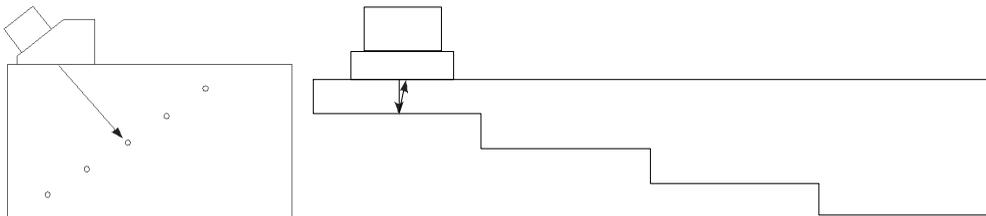

Figure 5-20 Blocs étalon pour l'étalonnage de la courbe TCG
1. Placez la sonde sur un bloc étalon, tel que montré à la Figure 5-20 à la page 156.